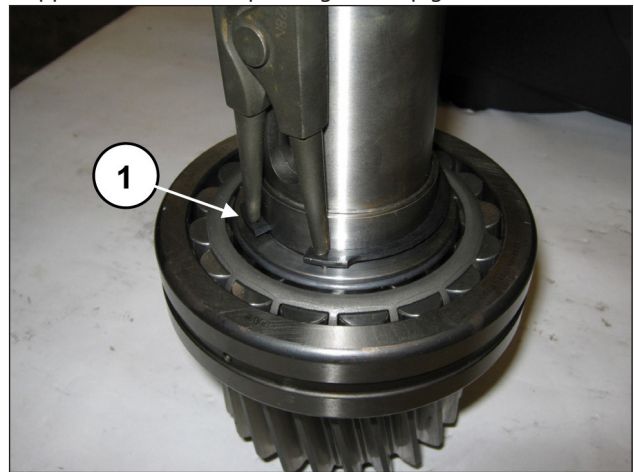
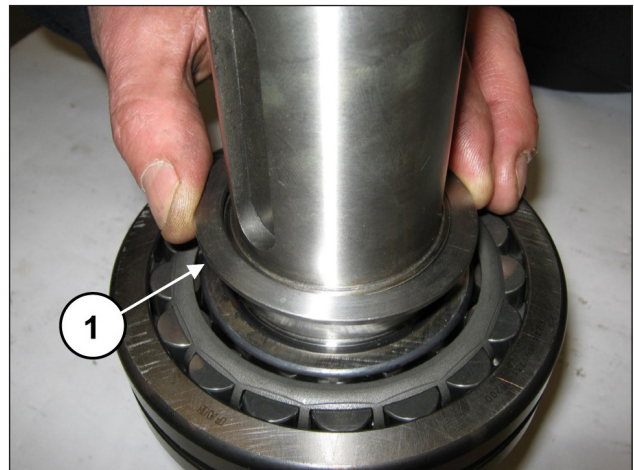

Fig. 9
Fig. 10
Déposer l'anneau Seeger Ø55 (rep. ①, Fig. 9) et l'anneau d'appui du coussinet (rep. ①, Fig. 10) du pignon